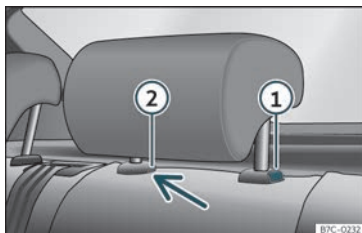

Fig. 108 Encostos de cabeça traseiros: desmontagem.
- Pressione o botão »» Fig. 108 ①, pressionando ao mesmo tempo através do orifício da trava de segurança ② com uma chave de fendas plana com um máximo de 5 mm de largura e retire o encosto de cabeça.